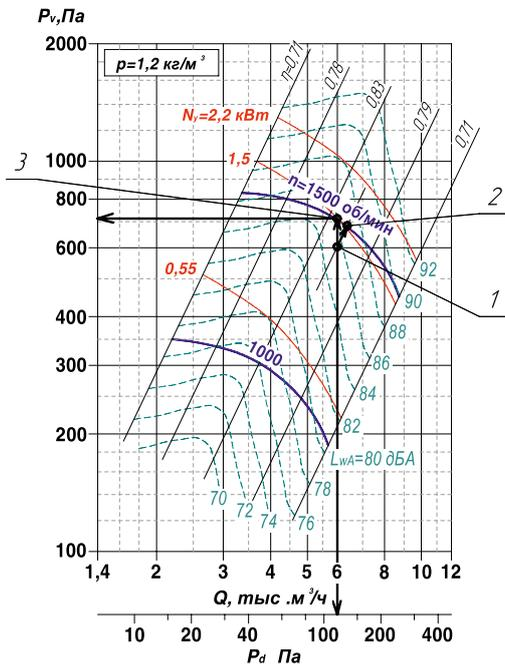

Рис.22 Аэродинамическая характеристика вентилятора ВР 85-77-5
- ▶ на графике индивидуальных характеристик вентилятора (рис.22) укажем точку 1 соответствующую $Q_p = 6000$ м³/ч, $P_v = 600$ Па.